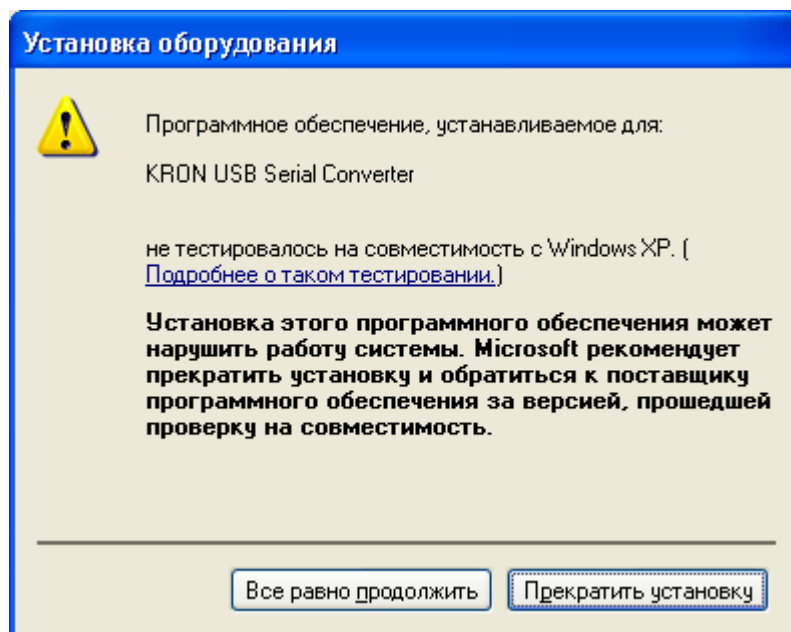

Рис.8.
3.6. Пропигорируйте сообщение системы безопасности Windows об установке неподписанного драйвера, нажав кнопку "Все равно продолжить", как показано на рис.8.